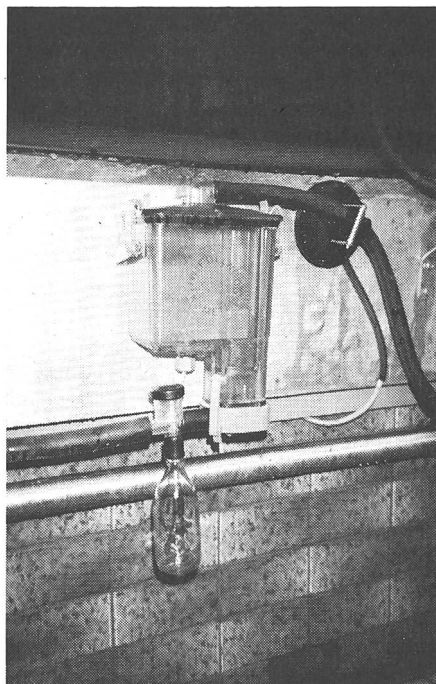

Abb. 10. Das Fullflow Milk Meter (identisch mit Nyflow 85) mit angeschlossener Flasche für die Entnahme der Milchprobe.
**Fullflow Milkmeter** (Abb. 10) und **Nyflow 85** sind identisch. Sie zählen zur Kategorie der volumetrischen Milchmengen-Messgeräte, bei denen der Milchstrom in einer Messkammer in Portionen gleichen Volumens unterteilt wird. Die Gesamtmenge eines Gemel-